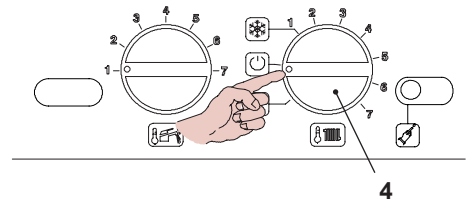

Fig. 9.16
- Per uscire dalla programmazione posizionare il selettore 4 come indicato in Fig. 9.16.